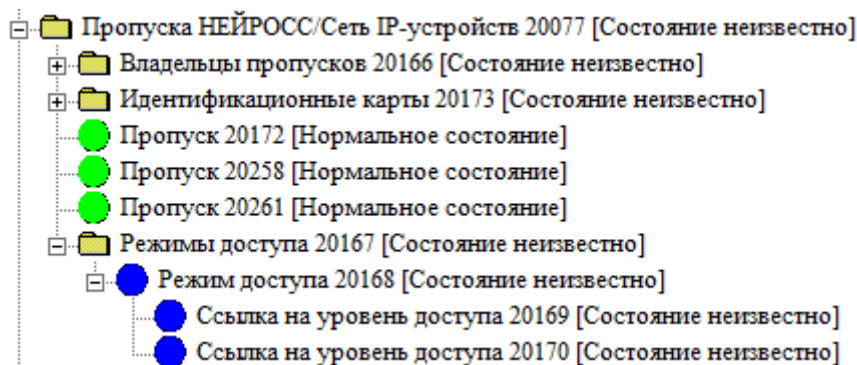

Рисунок 9.119 — Дерево элемента Пропуска НЕЙРОСС/Сеть IP-устройств
**Примечание.** Если при интеграции в ITRIUM®, в системе НЕЙРОСС уже были созданы пропуска, то при вычитывании конфигурации в папке **Доступ** будет создана папка **Пропуска НЕЙРОСС/Сеть IP-устройств**, а в ней созданы элементы, соответствующие пропускам, папка **Режимы доступа** и др. (рисунок 9.119). В этом случае имеет смысл создавать новые режимы доступа в данной папке.